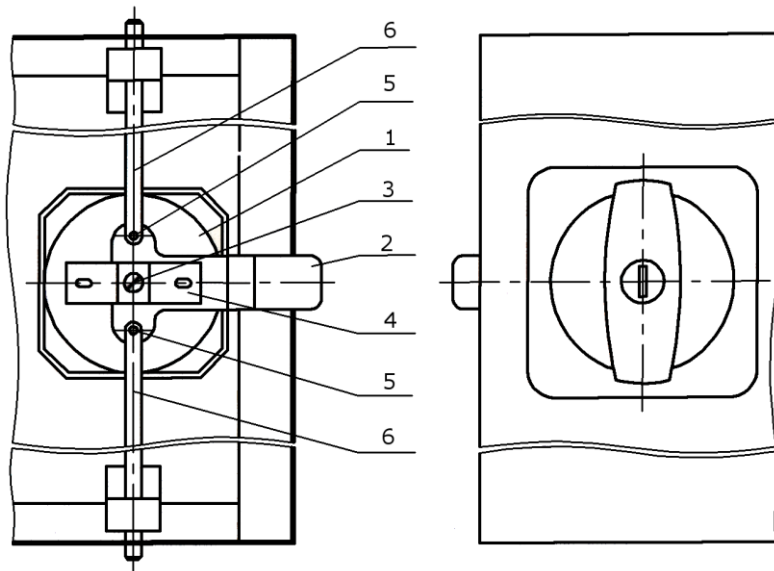

Рис. 7
8. Установить замок (Рис. 7).
Установка замка в дверь (Рис. 7):